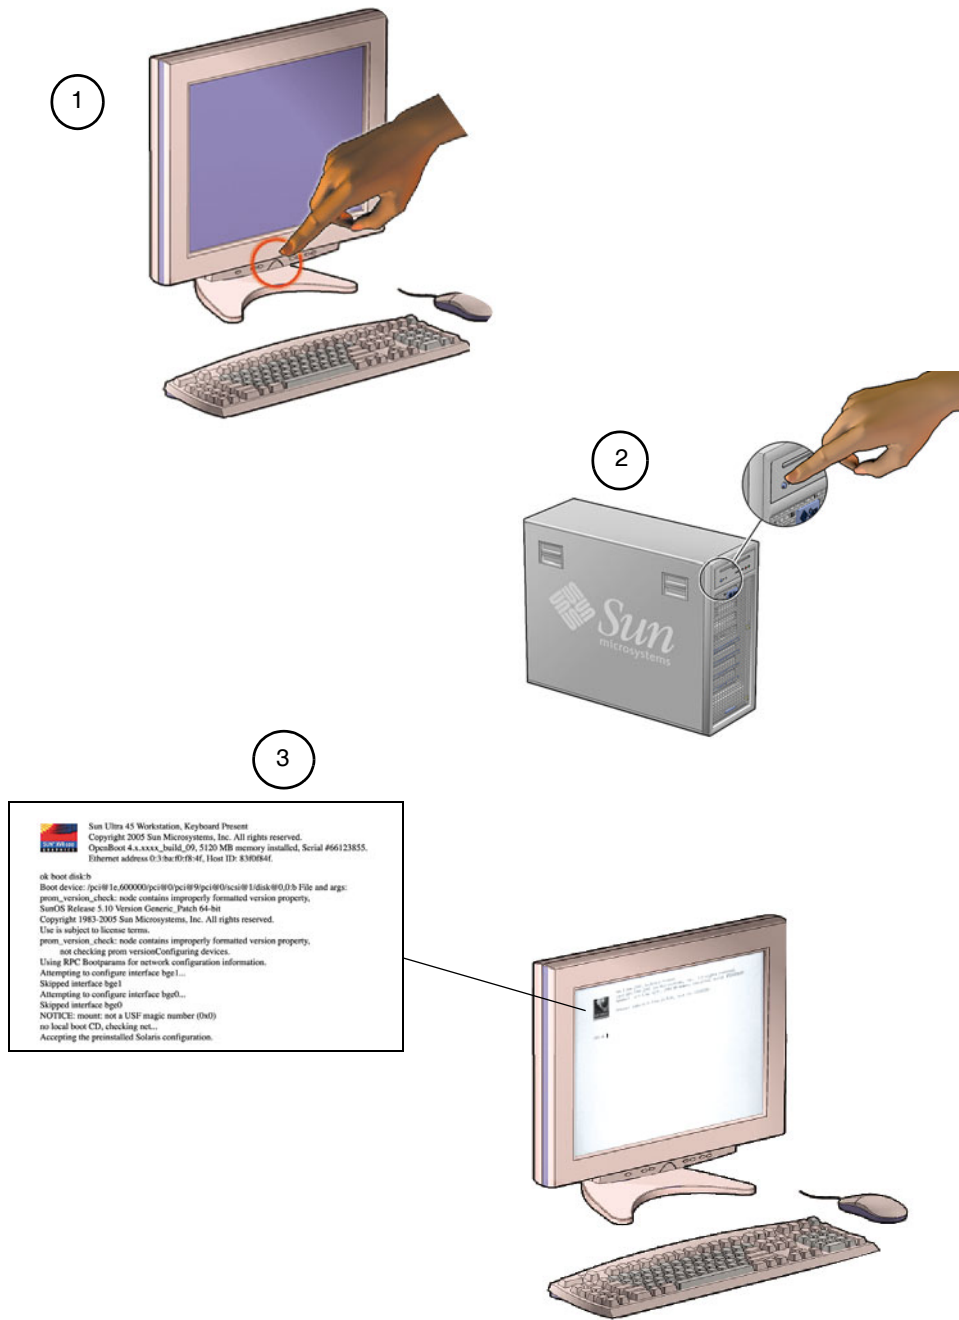

图 1-8 接通工作站电源
1. 接通显示器和所有外部设备的电源（图 1-8）。
2. 按下前面板的电源按钮，然后释放（图 1-8）。
3. 将工作站引导至 Solaris 安装程序（配置）窗口（图 1-8 和图 1-9）。